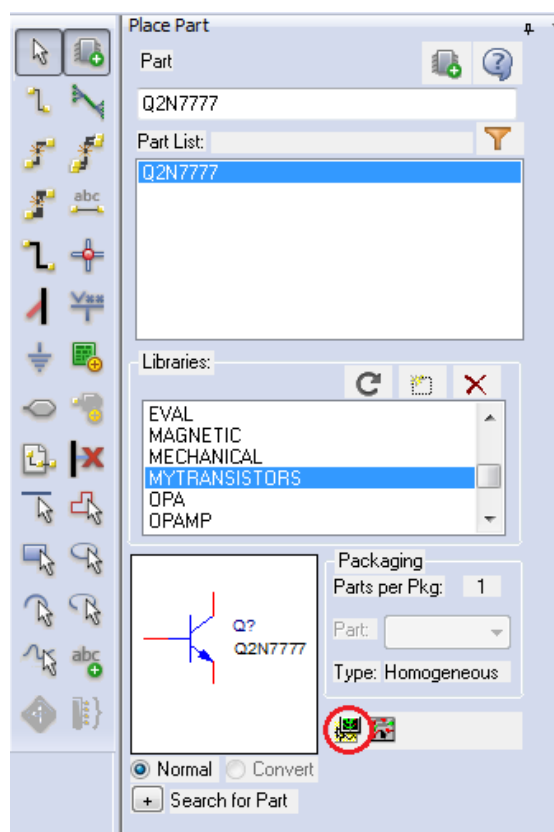

Рис. 15.11. Новый транзистор в каталоге компонентов
10. Откройте страницу схемы и выберите Place>Part. Библиотека myTransistors будет автоматически добавлена в библиотеки и список деталей будет содержать транзисторный графический символ для NPN-транзистора (Рис. 15.11).